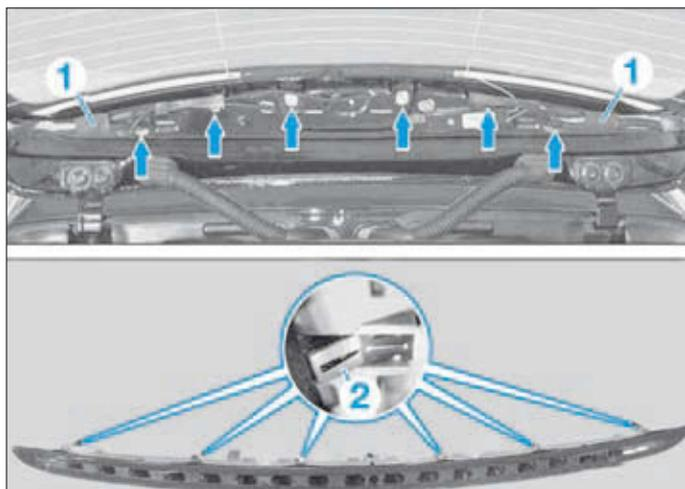

FIG. 70
- Dégrafer (1) le faisceau de hayon (Fig.70).